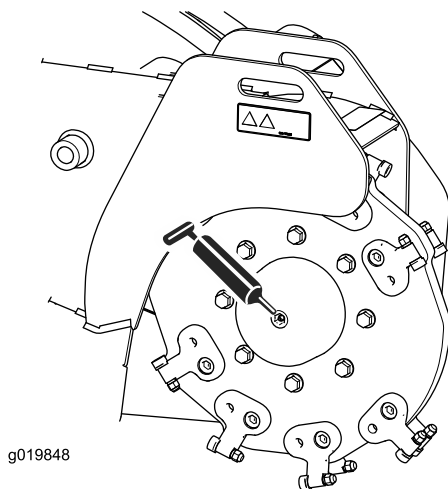
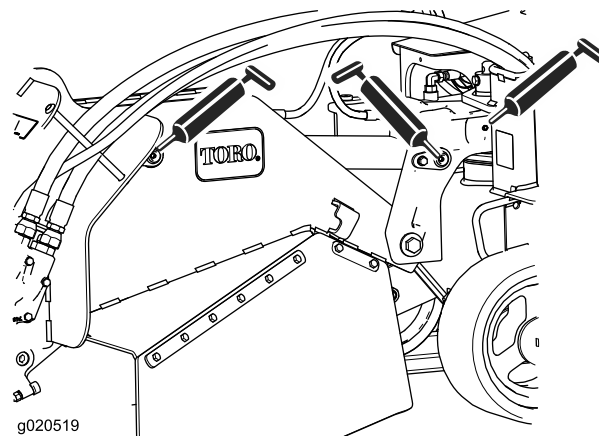

図 26
図 28
3. ニップルにグリスガン进行接続する 図 26 図 28。